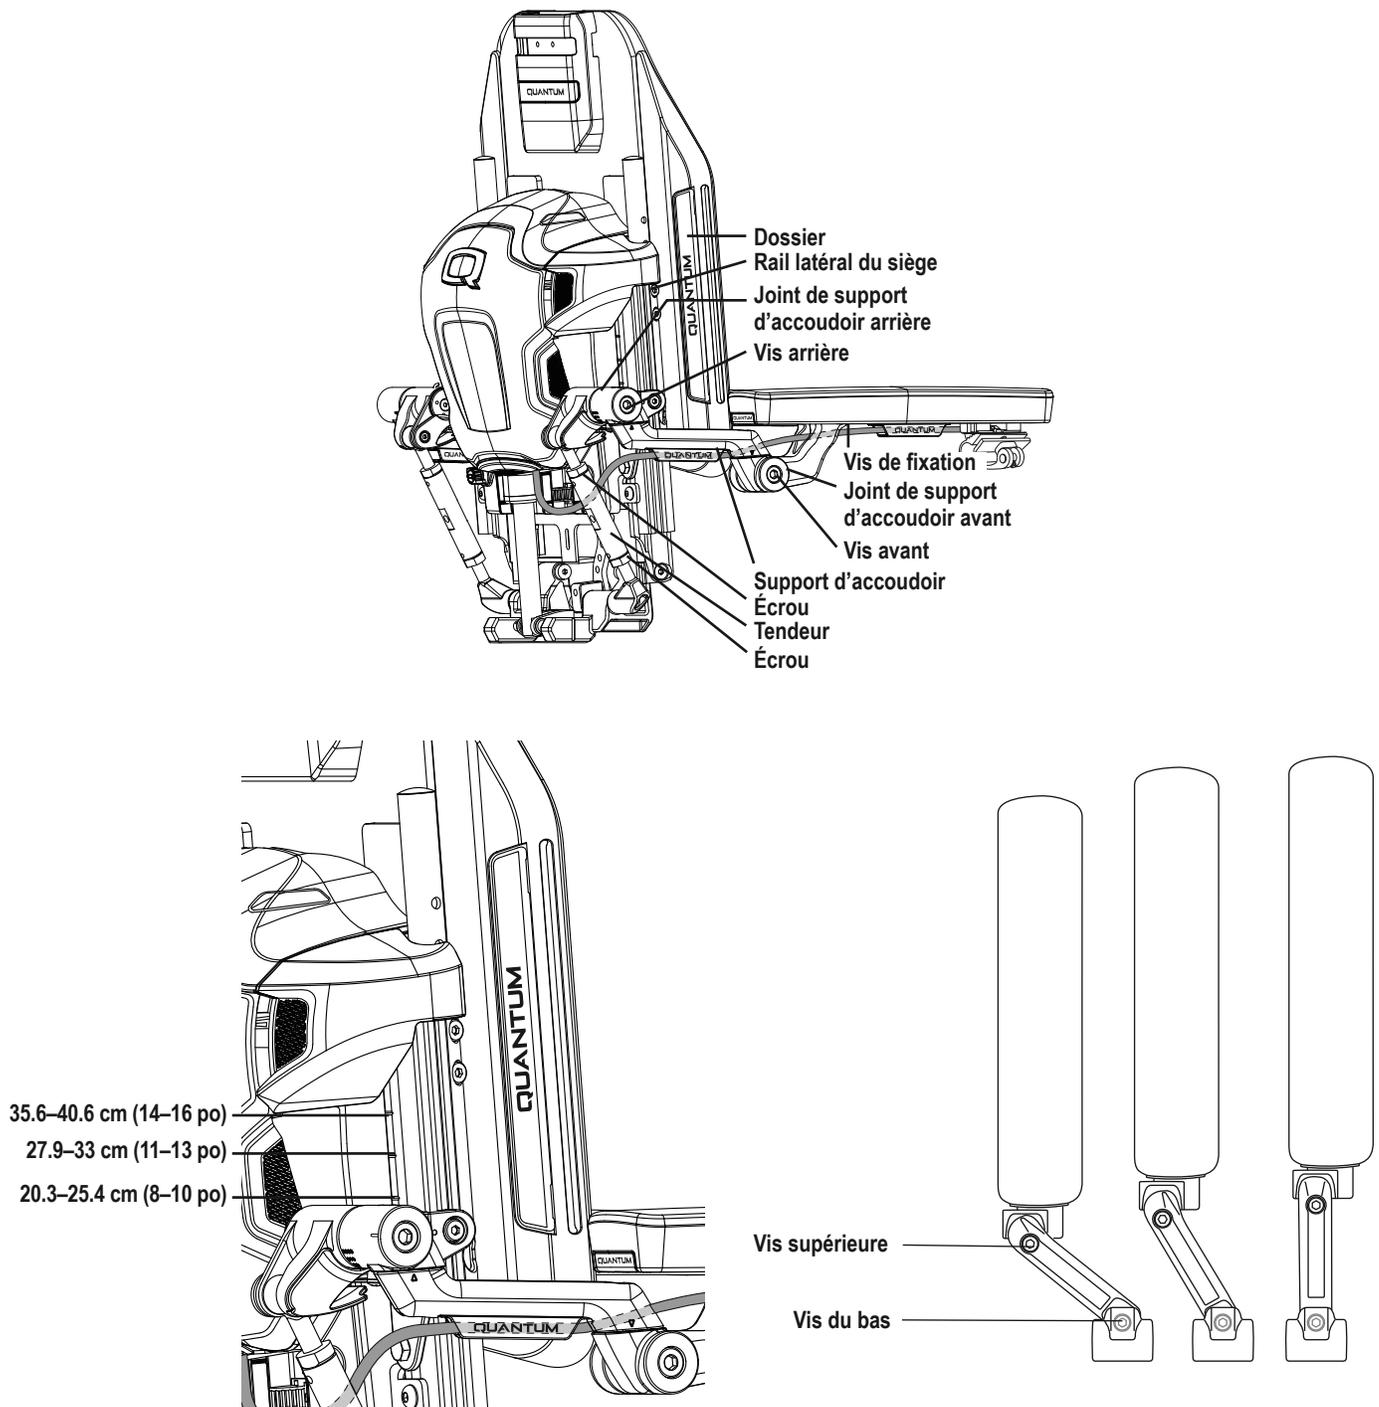

Figure 8. Réglage de la hauteur et de l'angle des accoudoirs relevables
2. Desserrer la visse arrière à l'arrière du support de l'accoudoir. **Voir la figure 8.**
3. Assurez vous que le pivot sur le rail de l'arrière de l'assise soit monté à la bonne hauteur relative au dossier. **Voir la figure 8.**
5. Monter ou descendre l'accoudoir à la hauteur désirée. **Voir la figure 8.**
7. Desserrer la visse avant à l'avant de l'accoudoir. **Voir la figure 8.**
9. Resserrer la visse avant à l'avant de l'accoudoir. **Voir la figure 8.**
2. Desserrer l'écrou si nécessaire. **Voir figure 8.**
4. Resserrer la visse a l'avant de l'accoudoir. **Voir la figure 8.**
5. Resserrer l'écrou si nécessaire. **Voir la figure 8.**
1. Desserrer la visse du bas, en dessous de l'arrière du support de l'accoudoir et ajuster à la largeur désirée. **Voir la figure 8.**
3. Desserrer la visse du haut sur la partie haute du support de l'accoudoir et ajuster pour que l'accoudoir soit à la perpendiculaire de la plaque d'assise. **Voir la figure 8.**
2. Retirer la visse à l'arrière du support de l'accoudoir. **Voir la figure 8.**
1. Soutenir le poids de l'accoudoir. **Voir figure 8.**